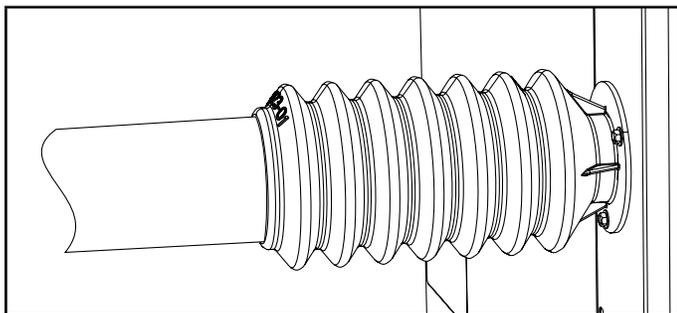

FIGURA 6. Coloque espuma Armaflex sobre el extremo del manguito y la abrazadera
- 4 - Coloque un trozo de espuma Armaflex adquirida en el sitio sobre la abrazadera de banda y el extremo del manguito de acople para evitar que transpire (consulte la figura 6).